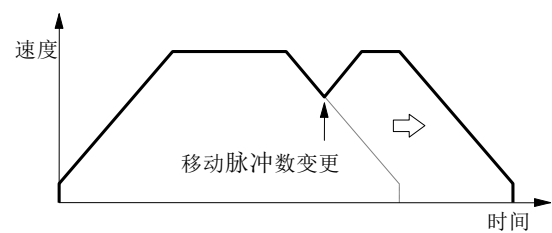
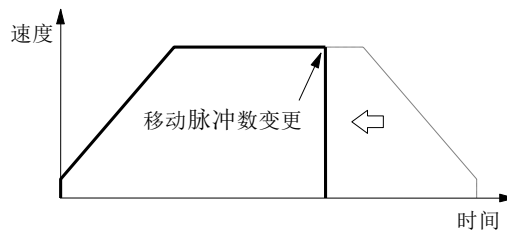

图 2.1-7 减速时移动脉冲数变更
图 2.1-8 比已输出脉冲还少的移动脉冲数变更
以加减速驱动中，剩余的输出脉冲，变成较加速时脉冲为少，而进入减速时，当移动脉冲数 (TP) 被变更后，即再度开始加速(图 2.1-7)。此外，若变更后移动脉冲数(TP)的输出脉冲数，比已经输出的脉冲数少时，驱动将立即停止(图 2.1-8)。在 S 形加减速中，若于减速时变更移动脉冲数 (TP)，无法画出正确的 S 形曲线，敬请注意。